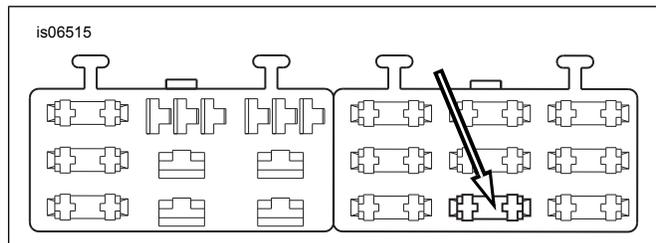

Figure 6. Cavité du bloc fusibles « OPEN » (ouverte) (Dyna 2004 et plus récents)
4. Voir Figure 6. Localiser la cavité de fusible (1) marquée « OPEN » (ouverte) sur le boîtier. Il y a une borne seulement sur un côté de cette cavité. Par l'arrière, insérer la borne sur le fil adaptateur orange/blanc sur le côté ouvert de la cavité jusqu'à ce qu'elle s'arrête. À des fins de comparaison, examiner une autre borne installée à l'usine et s'assurer de l'orientation et de la profondeur correctes.